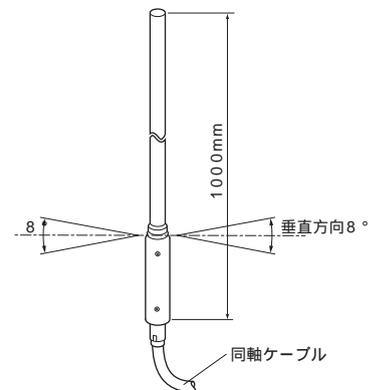

図 19 スリーブアンテナ形状
- 約 1m の棒形状のアンテナです (図 19)。スリーブアンテナは、先頭を上に向け、垂直に設置してください。